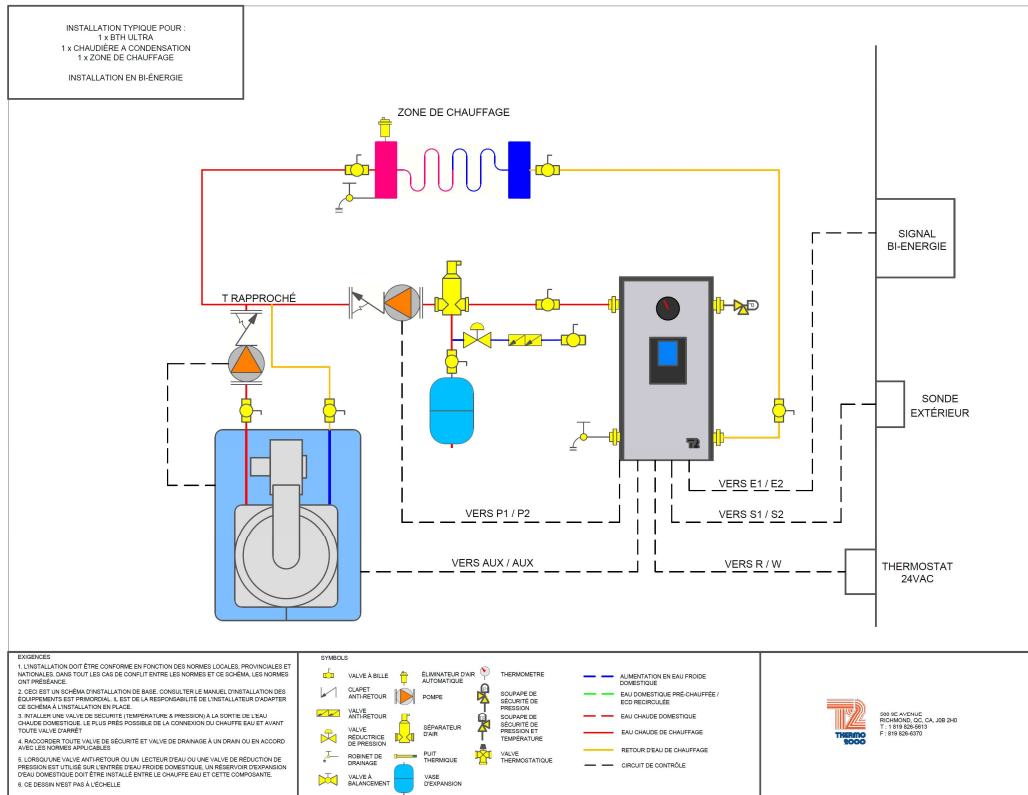

Figure 9 - Installation typique en bi-énergie avec chaudière à condensation (1 zone)
N.B: Assurez-vous de bien positionner les ports A-B et AB de la valve trois voies (Voir fig. 9).